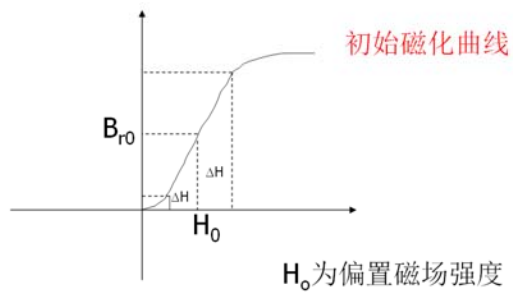

Fig.132 单极直流偏置磁记录法
1) 单极记录法：设置直流偏置电流，使零点在初始磁化曲线的线性工作区的中心，如图132所示。磁头上施加电流为： $I_0+i(t)$ ，前者为直流偏置电流。